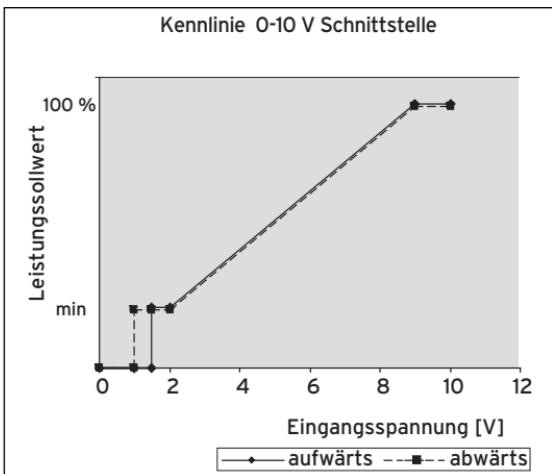
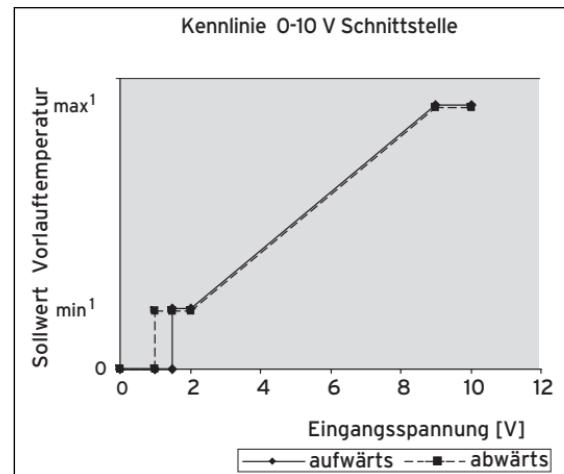
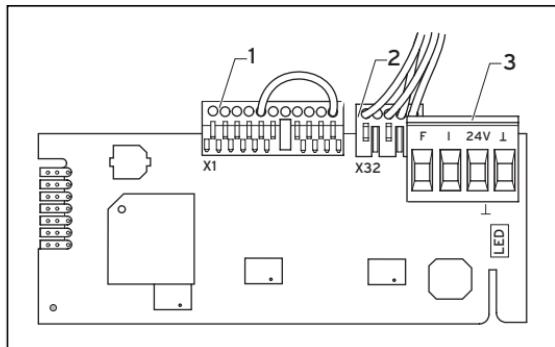

Abb. 3.1 Kennlinie Schnittstelle 0-10 V mit Leistungssollwert
Abb. 3.2 Kennlinie Schnittstelle 0-10 V mit Sollwert für Vorlauftemperatur
Abb. 3.4 Anschlüsse bei Vorlauftemperatursollwert
Die Schnittstelle 0-10 V --> eBus VR 34 kann entweder einen Leistungssollwert (Abb. 3.1) oder einen Vorlauftemperatursollwert (Abb. 3.2) vorgeben.
Im Auslieferungszustand ohne aufgesteckten Stecker X1 wird gemäß Abb. 3.1 ein Leistungssollwert umgesetzt.
- Stecken Sie zur Ausprägung eines Vorlauftemperatursollwertes (Abb. 3.2) den Stecker X1 mit der Kabelbrücke auf den Steckplatz X1 (s. Abb. 3.4).